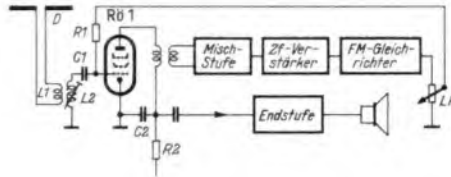

Bild 2. Prinzip der Hf-Nf-Reflexschaltung
2. **Hf- (bzw. Zf-) Nf-Reflexschaltungen.** Hier wird nach Bild 2 die Röhre R0 1 gleichzeitig als UKW-Vorstufe und als Nf-Stufe verwendet. Ihrem Steuergitter wird zunächst die Empfangsspannung über den Eingangskreis L1 und L2 zugeführt. Sie verstärkt diese UKW-Spannung und leitet sie an die Mischstufe weiter. Darauf folgt ein Zf-Verstärker und ein FM-Gleichrichter. Die von diesem Gleichrichter abgegebene Nf-Spannung wird über den Lautstärkenregler LR und den Siebwiderstand R1 wieder dem Steuergitter der Röhre R0 1 zugeführt. Im Anodenkreis dieser Röhre wird an dem Widerstand R2 die verstärkte Nf-Spannung abgegriffen und schließlich dem Gitter der Endröhre zugeführt. Die Kondensatoren C1 und C2 dienen zur Trennung des UKW- bzw. Nf-Bandes. — In ähnlicher Weise kann man eine Zf-Röhre zur Nf-Verstärkung heranziehen.
In Bild 2 wurde bereits das Prinzipschaltbild einer solchen Schaltung dargestellt. Auch hier kann eine Selbsterregung auftreten. Der Vorgang ist dabei folgender: